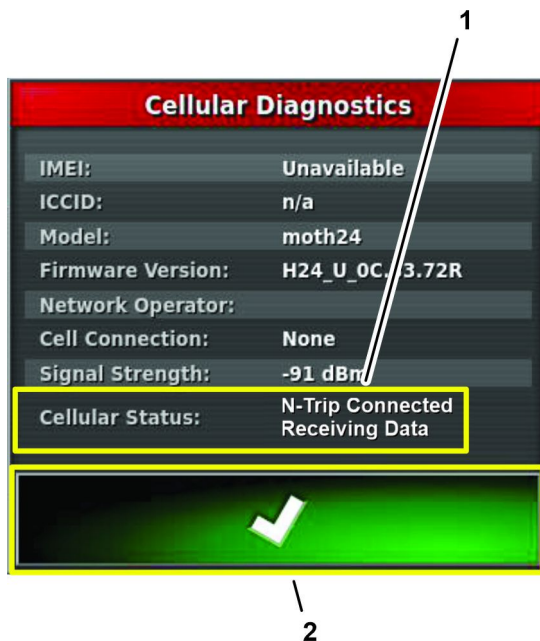

Figure 168
4. Appuyez sur l'icône DIAGNOSTIC DE CELLULE et vérifiez que le champ Cellular Status (état de cellule) affiche N-TRIP CONNECTED RECEIVING DATA N-Trip connecté, réception de données) (Figure 168).